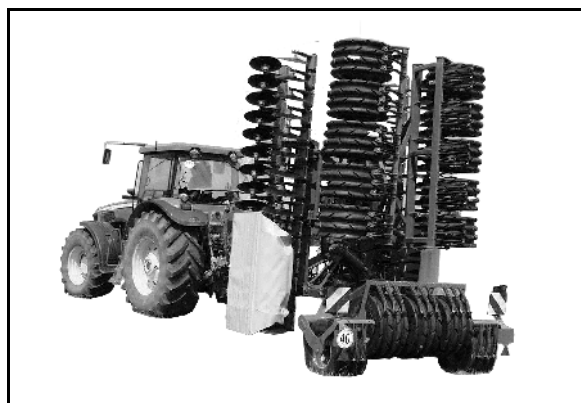

Рис. 42
- Агрегат в положении для транспортировки по дорогам (Рис. 42)